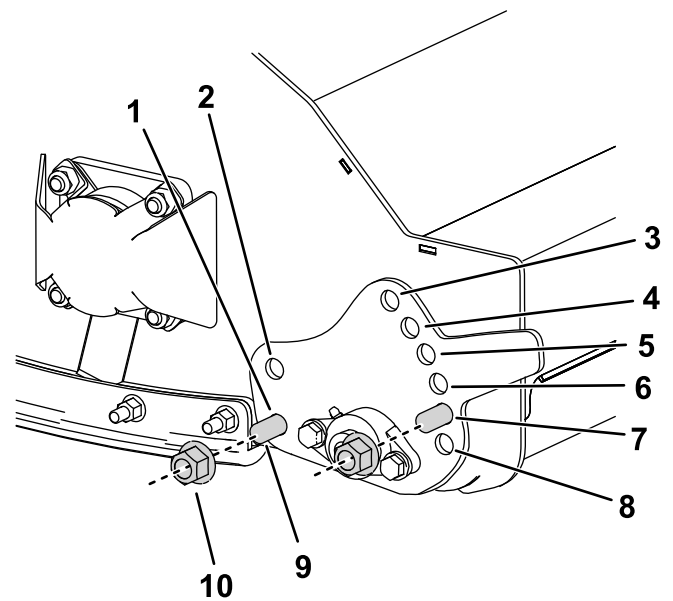

Figura 20
3. Pentru a regla poziția plăcii de ajustare a înălțimii de tăiere, îndepărtați piulițele și uruburile care fixează placa (Figura 20).